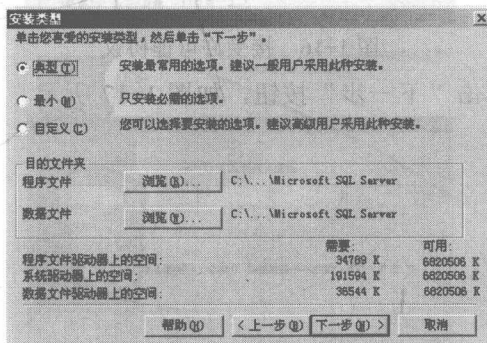

图 1-20 选择安装类型
10) 此处选择“典型”安装，并设置程序文件和数据文件的存放位置，单击“下一步”按钮，如图 1-20 所示。